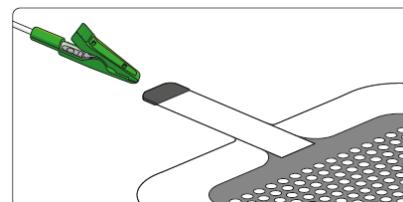

Figura 19. Collegate l'elettrodo di medicazione alla clip
4. Collegate il cavo cerotto all'elettrodo di medicazione mediante la clip (v. *Figura 19*). È possibile collegare la clip in qualsiasi senso.